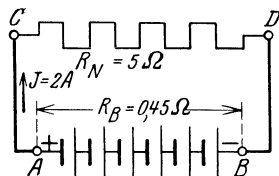

Abb. 4.
**35.** Eine Batterie von 6 [15] hintereinandergeschalteten Elementen (Abb. 4) derselben Art liefert in einen äußeren Stromkreis von  $5$  [8]  $\Omega$  Widerstand einen Strom von  $2$  [2,5] A. Der innere Widerstand der Batterie beträgt bei Hinter-